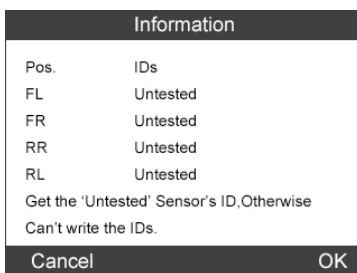

Рисунок 4.25
- ❏ **ПРИМЕЧАНИЕ.** Запись идентификаторов не будет выполнена при наличии непроверенных датчиков автомобиля. На экране сканера отобразится предупреждение (см. рисунок 4.25). В этом случае выполните процедуру проверки датчиков, чтобы активировать датчики автомобиля и повторно зарегистрировать их идентификаторы.